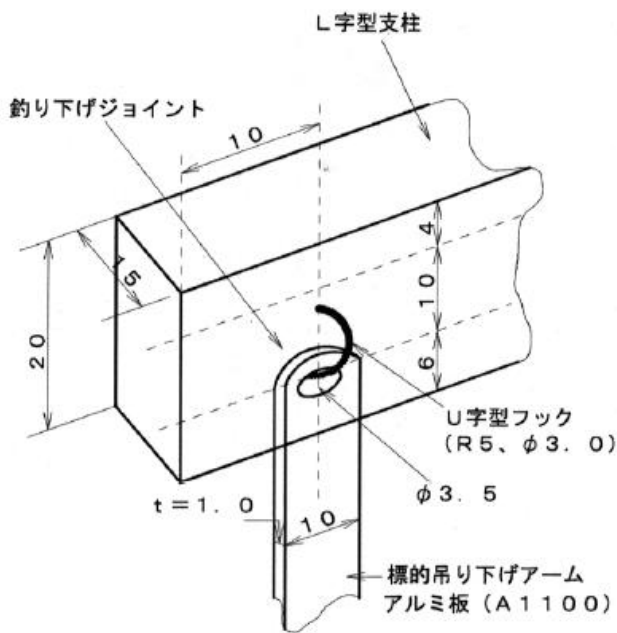

図4：釣り下げジョイントの形状
- 4) i) の垂直標的とii)の平行標的とも、標的中心の高さは床面から200 mmとし、床面高さ400 mmに設置された釣り下げジョイントで吊るされているものとする。釣り下げジョイントの構造を図4に示す。標的は縁が赤く塗られた白色とし、ABCDEFともすべて30 g以下の質量とする。厚みはすべて5 mmとする。